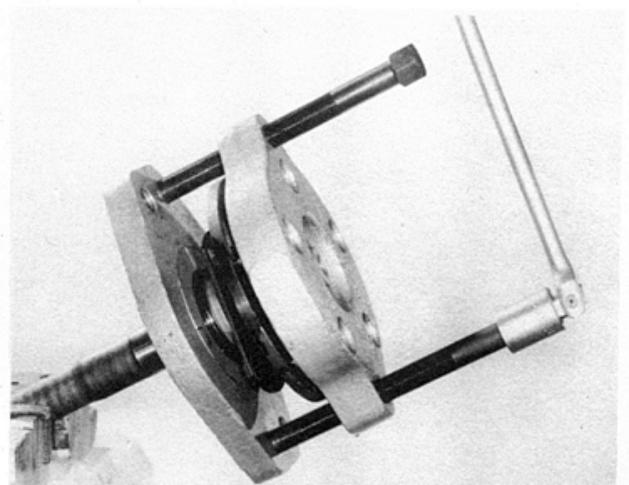

Fig. 6 - Remoção do rolamento da semi-árvore.
- Empurrar a placa retentora e o retentor de encontro o flange da semi-árvore. Instalar o flange do dispositivo no flange da semi-árvore. Instalar os parafusos do flange da semi-árvore no flange do dispositivo. Deslizar o flange do dispositivo forçando-o contra a semi-árvore. Instalar os adaptadores nas suas sedes embaixo do bordo da capa do anel. Gradualmente dar um aperto aos parafusos até que eles se localizem nas cavidades do outro lado da placa acionadora (Fig. 6).